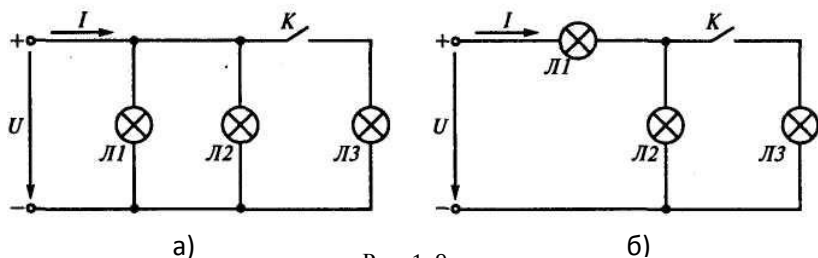

Рис. 1. 9
1.12. Как изменятся показания приборов VI, V2, А (рис. 1. 10) при перемещении движка реостата R вниз?